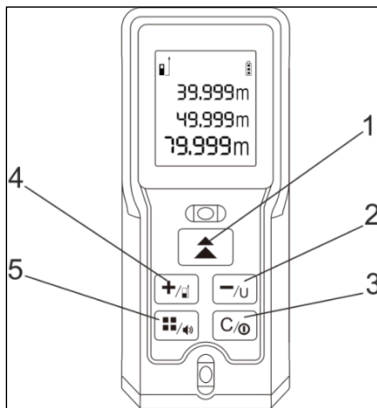

Рис. 1 Дальноммер
По умолчанию измерения ведутся от задней кромки устройства. Для изменения точки начала измерений нажимайте кнопку №4 (Рис. 1).
Для удаления с экрана отображаемого измерения нажмите кнопку №3 (Рис. 1).
По умолчанию измерения ведутся в метрах. Вы можете изменить единицы измерения путем длительного нажатия на кнопку №2 (Рис. 1).
3. Включите устройство, нажав на кнопку №1 (Рис. 1).
При включенном устройстве нажмите кнопку №1 (Рис.1) для проведения измерения расстояния до точки. Измеренное расстояние отобразится на дисплее.
Нажмите и удерживайте кнопку №1 (Рис. 1), для включения режима непрерывного измерения. Повторно нажмите эту кнопку, чтобы выключить режим непрерывного измерения. На дисплее в режиме непрерывного измерения отображаются также максимальное и минимальное значение.
Нажмите кнопку №5 (Рис.1) для изменения режима вычисления. Выберите нужный режим исходя из пиктограммы на дисплее.
1) Результаты измерений сохраняются автоматически. Для просмотра сохраненных измерений нажмите и удерживайте кнопку №5 (Рис. 1) до появления соответствующей пиктограммы на дисплее.